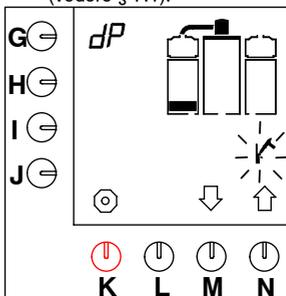

Fig. 20 Primo livello del programma di disincrostazione
- Sullo schermo viene visualizzato il blocco del primo livello e lampeggia il simbolo del martello (vedere fig. 20)